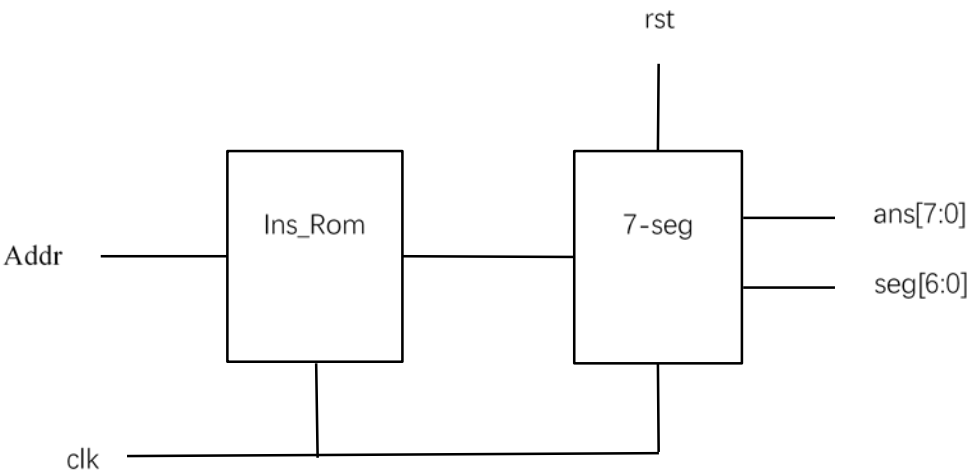

图 1.3
本次实验使用 Vivado 的 Block Memory Generator 模拟数据在存储器中的存取过程。实验使用**单端口 ROM**。初始化 ROM 存储器中的内容，通过开关选择相应的地址，将对应的存储器中内容读出来，并通过七段数码管显示。实验原理如图 1.3 所示：
--top.v	设计顶层文件，参照图 1.3 将各模块连接。